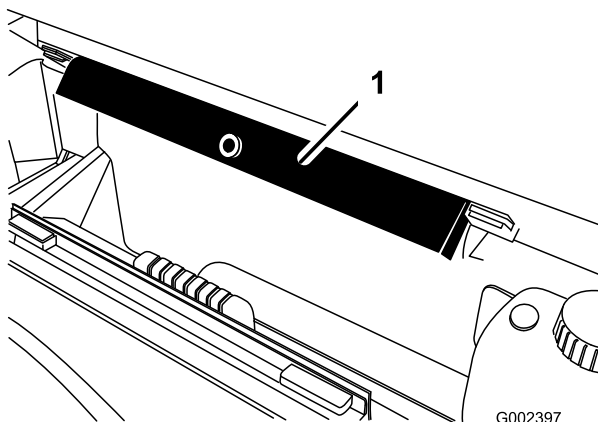

図 1
- B. ROPS パネルの後ろについている保管用ブラケットから荷台サポート安全サポートを取り外す 図 1。
2. 荷台サポートをROPS パネルの後ろについている保管用ブラケットに戻す 図 1 「キットの取り付け準備を行う」を参照。